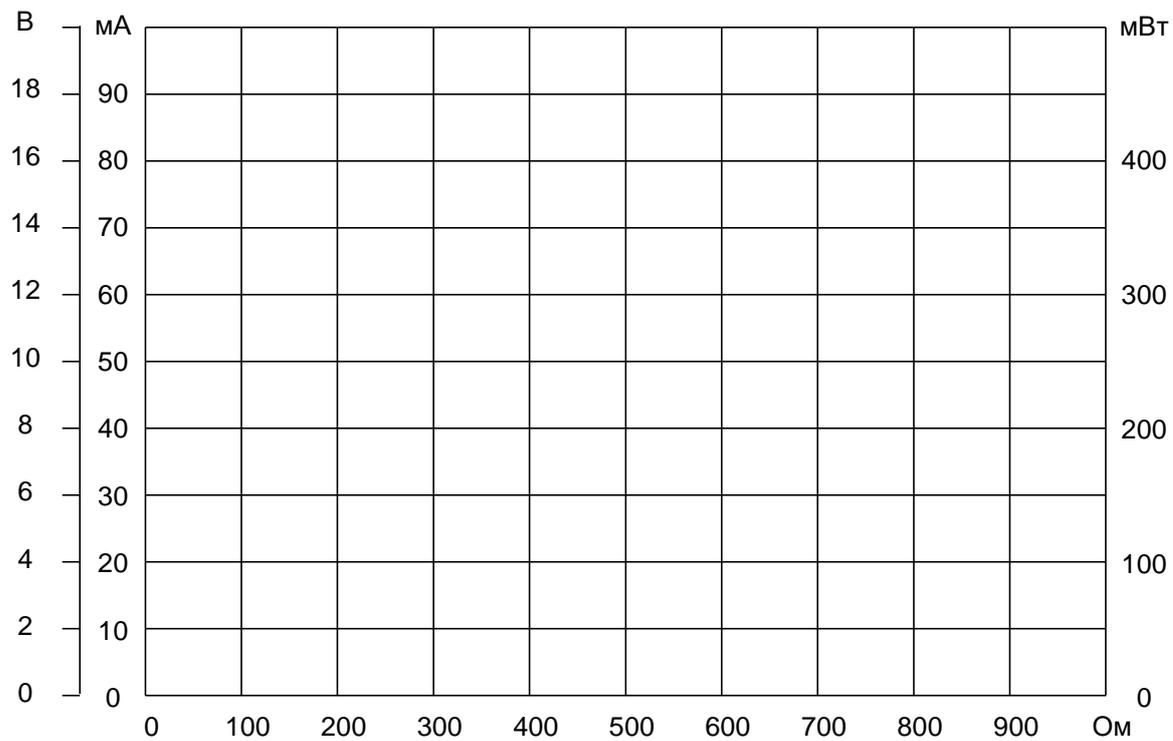

Рис. 5.5
- Вычислите по закону Ома значения сопротивлений нагрузки R_{H} , мощности P_{H} и на рис. 5.5 постройте графики $I_{H}(R_{H})$, $U_{H}(R_{H})$ и $P_{H}(R_{H})$.